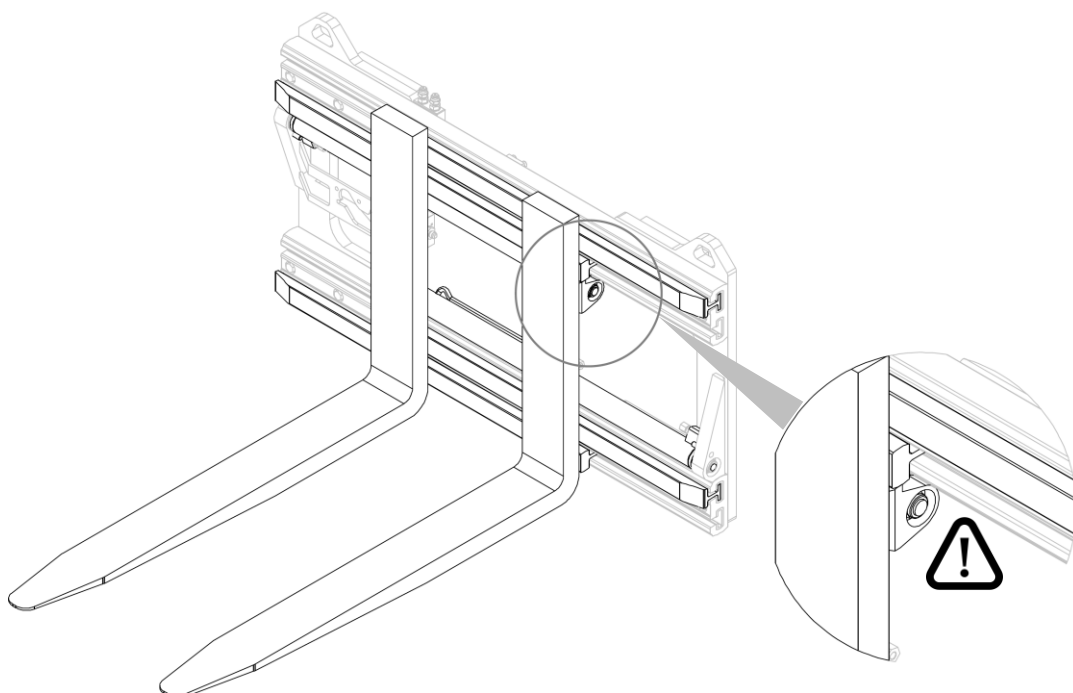

Figure 14
3. Vérifier le blocage correct des fourreaux (voir *Figure 14*).